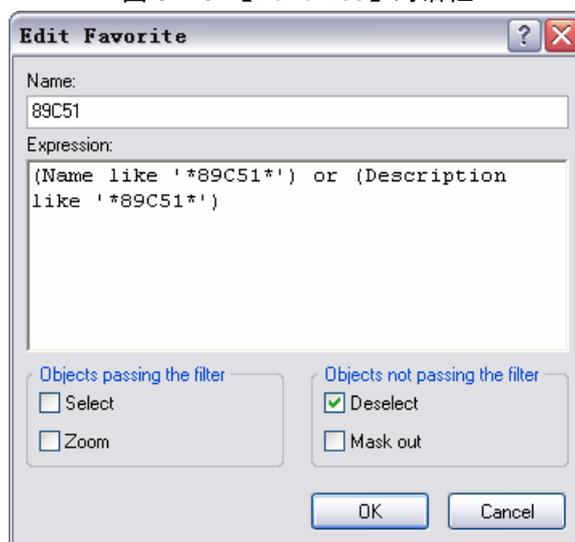

图 3-16 编辑搜索条件
- **【Edit】编辑搜索条件**: 点击 **【Edit】** 命令弹出图 3-16 所示的对话框。在这里主要设置对绘图区里的元器件进行搜索的相关设置。**【Name】** 文本框里可以编辑搜索条件的名称; **【Expression】** 则是对搜索条件的编辑; 下面还有 **【Objects passing the filter】** 通过筛选器的对象和 **【Objects not passing the filter】** 未通过筛选器的对象两个区域: **【Objects passing the filter】** 可以将通过筛选器的对象设置为选中状态 (选中 **【Select】** 复选框), 还可以将搜索到的对象放大到整个绘图区 (选中 **【Zoom】** 复选框); **【Objects not passing the filter】** 可以将未通过筛选器的对象设置为未选中状态 (选中 **【Deselect】** 复选框), 还可以将其进行淡化处理 (选中 **【Mask out】** 复选框)。